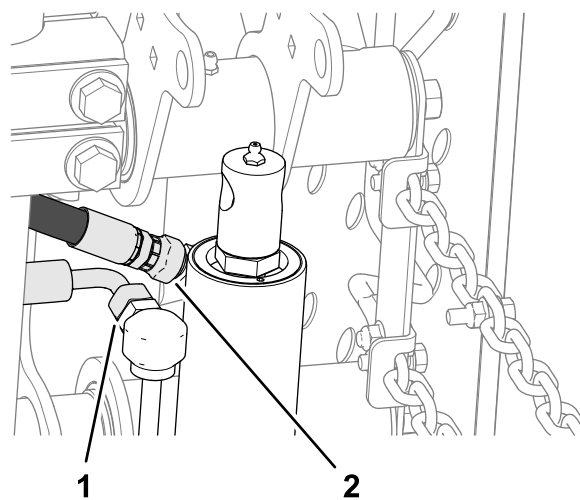

Figura 12
2. En el cilindro de elevación, afloje el acoplamiento giratorio recto de la manguera de retorno y el acoplamiento giratorio de 90° de la manguera de elevación (Figura 12).